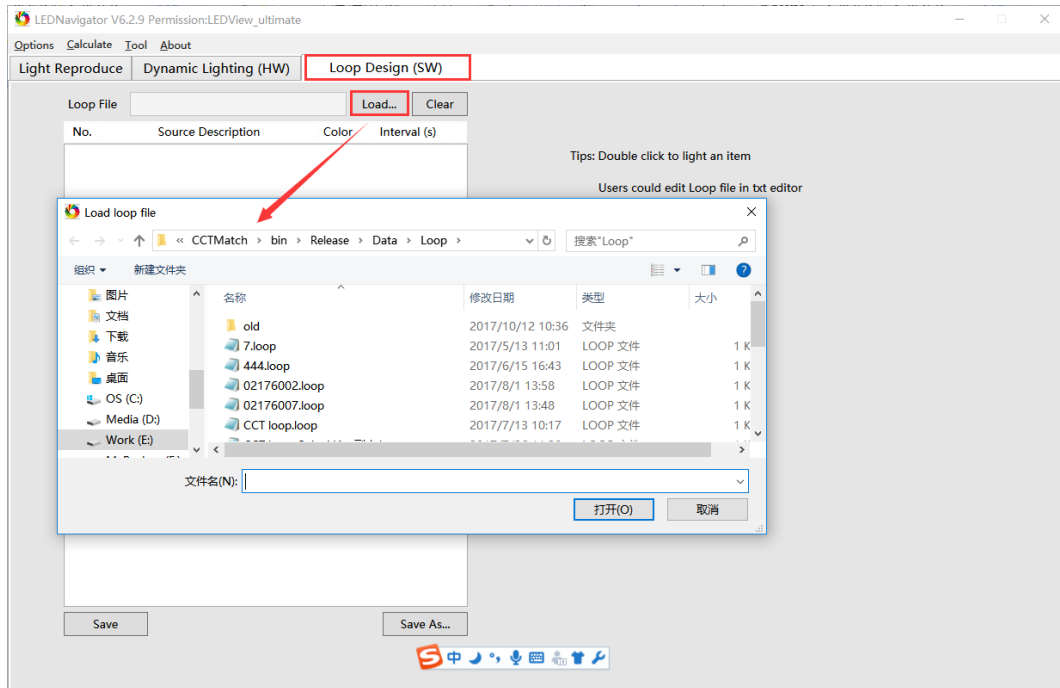

图 4.16 载入历史 Loop File 文件
4.6 小节中提到的 *Save to SW...* 保存的光源, 将会显示在该界面, 双击某一个光源即可点亮该光源, *Save to SW...* 保存的光源务必保存为 Loop file, 否则所有光源将随着软件的关闭而删除。点击 *Load...* 按钮可打开历史 Loop file, 见图 4.16。点击 *Clear* 可清空当前载入的 Loop。